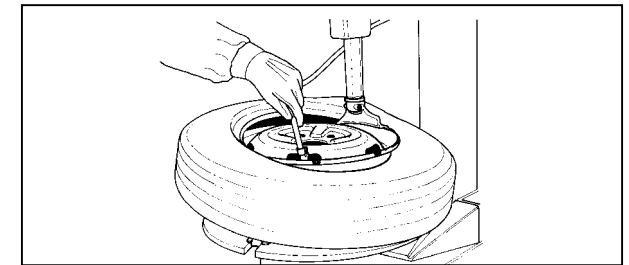

Fig. 22
D. Mount the first bead as described in section 4.2.B. Put the tube inside the tire and secure the valve with the chuck of the inflating hose (Fig. 22). Mount the top bead following the directions above.
D. Monter le premier talon comme décrit au §4.2.B. Mettre la chambre à air dans le pneu et accrocher la vanne avec la pince du tuyau de gonflage (Fig.22). Monter le deuxième talon comme le premier.